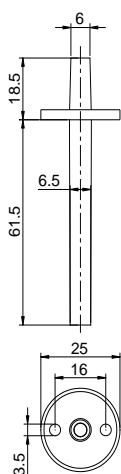
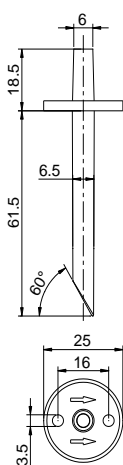
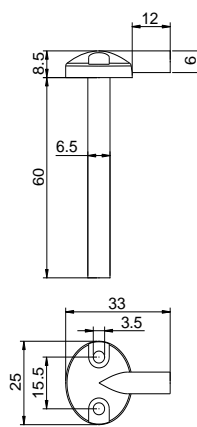

图 2: 静压采样头 1003
图 3: 全压采样头 1005
图 4: 静压采样头 1009
1. 先安装采样头, 如图 2、图 3、图 4。每个采样头用 2 枚螺丝固定安装在现场引压处, 较长端(约 60mm)插入引压处。要注意插入后需要将开孔缝隙重新密封, 以免系统漏气。如选用全压采样头 1005, 安装时, 图 3 所示箭头方向必须与气流方向相同。